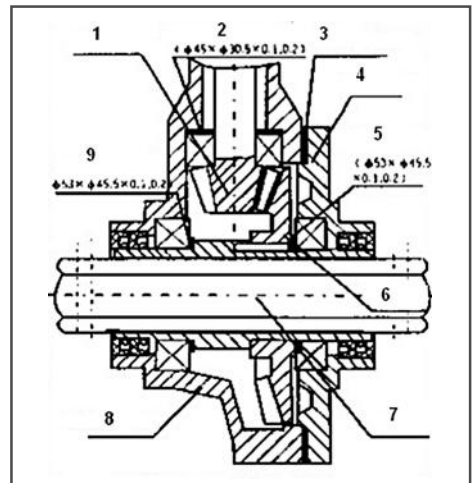

Рис. 27 Структурная схема конической зубчатой передачи вала привода
2. Регулировка зазора конической зубчатой передачи вала привода фрез/колес (Рис. 27)